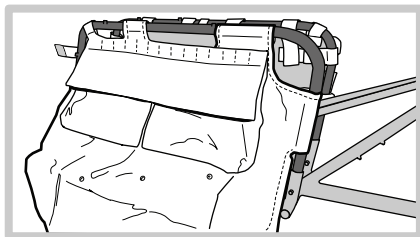

図 7
4. バッグを緩く取り付けられた状態で、レールをフレームにスライドさせます。まだどこも締めないでください (図7)。